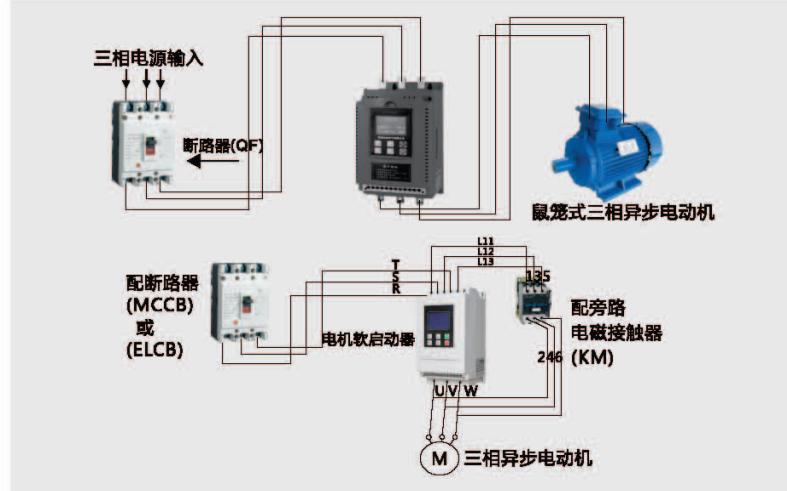

图3.2
①一定要将软起动器安装在垂直方向，请勿倒置，应使用螺钉安装在牢固的结构上。
②软起动器运行时要产生热量，为确保流动空气的通路，应如图3.2所示。设计留有一定的空间。产生热量向上散发，所以不要安装在不耐热设备的下方。
③主回路采用上进下出，导线应保证足够的电流承载能力。